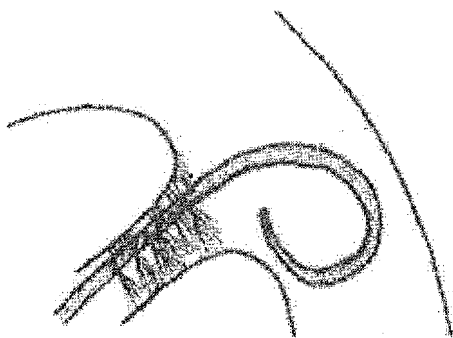

Рис.1
2. Проведите направляющий стальной стержень через открытый артериальный проток в нисходящую аорту и через закрученный катетер вдоль направляющего стержня в нисходящую аорту. Аортография проводится в горизонтальном положении для определения морфологии и диаметра артериального протока, как показано на рис. 1. Как вариант, его также можно ввести в закрученный катетер вдоль проводника катетера для проведения аортографии в горизонтальном положении.